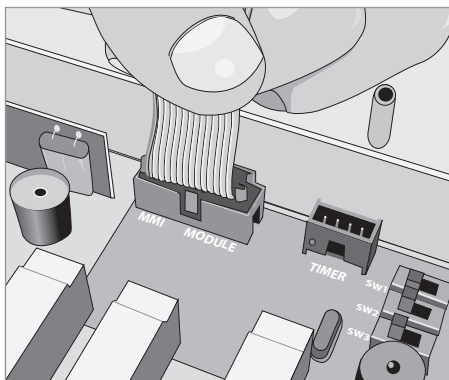

Fig. 5 De LED-kabel losnemen
- Neem de LED-kabel los en verwijder de kap (zie fig. 5).